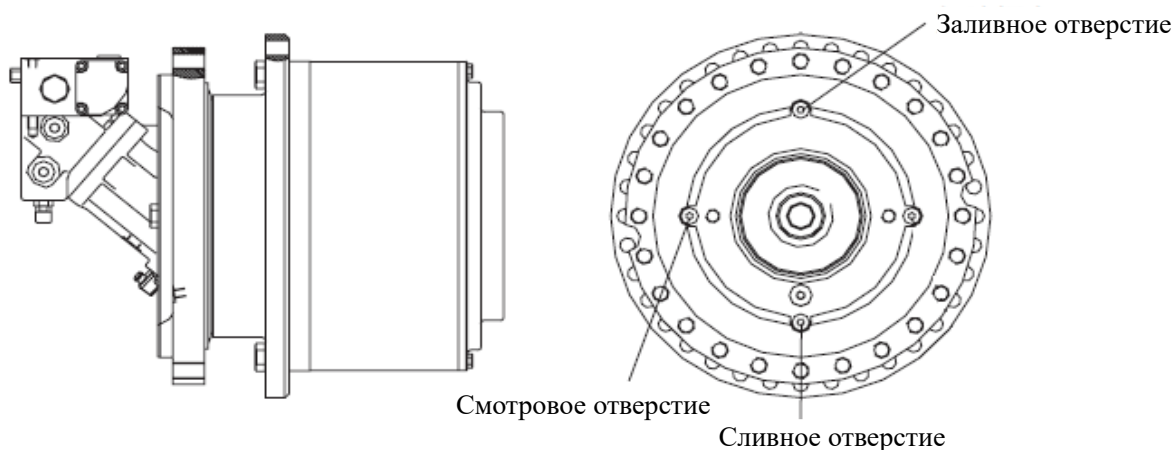

Рис. 8-01 Проверка уровня масла
- Если уровень масла виден, то масла достаточно. В противном случае добавьте масла (рис. 8-01).
Снимите нагрузку перед заменой масла (рис. 8-01).